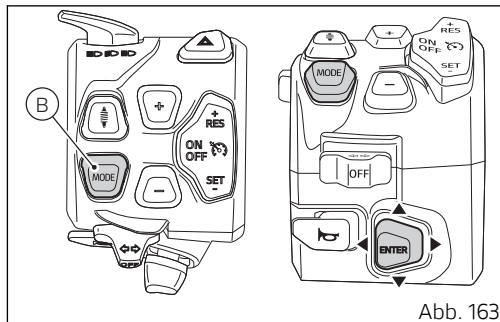

Abb. 163
- Die Taste (B, Abb. 163) drücken.